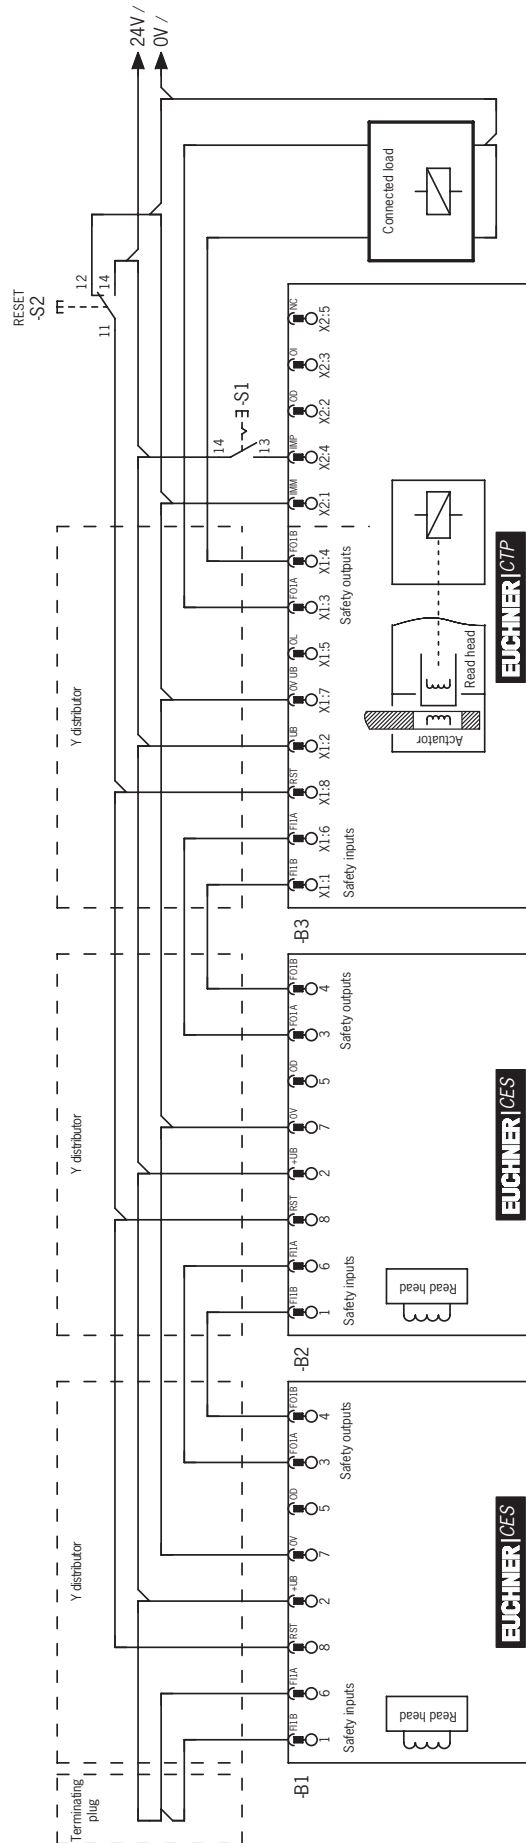

Figura 5: Ejemplo de conexión para el funcionamiento en una cadena de interruptores CES-AR
- › Debe utilizarse una señal común para todos los interruptores de la cadena. Puede tratarse de un conmutador, pero también se puede utilizar la salida de un sistema de control. No deben utilizarse pulsadores, ya que el reinicio siempre debe estar en GND durante el funcionamiento (véase el interruptor S2 en la *Figura 5 en la página 25*).
Para que esto sea posible, la entrada RST debe conectarse como se muestra en la *Figura 5 en la página 25*.